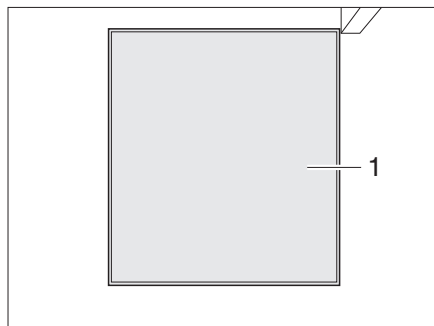

Fig. 284 Acceso al depósito de aguas fecales, cerrado
- Si el acceso al depósito de aguas fecales (cassette) (Fig. 284,1) está cerrado: extraer el cuarto de aseo (véase apartado 11.7.1).